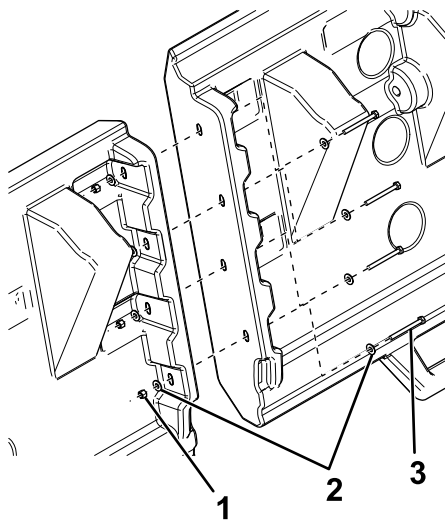

Figure 1
- Pour les épandeurs VBX 6500, fixez ensemble 2 sections de couvercle à l'aide de 4 boulons ( $\frac{1}{4}$  x  $2\frac{3}{4}$  po), 8 rondelles et 4 écrous (Figure 1).